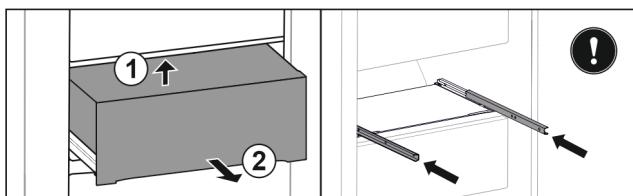

Fig. 133
- Повдигнете чекмеджето отдолу отзад. *Fig. 133 (1)*
- Извадете чекмеджето напред. *Fig. 133 (2)*